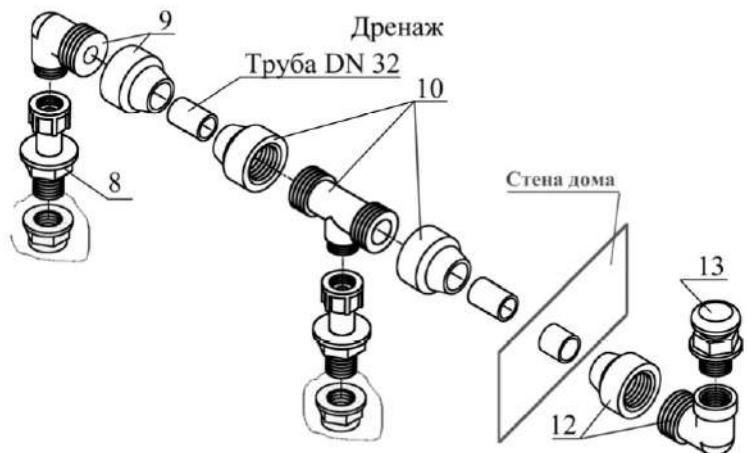

Рисунок 6. Схема подключения для обеспечения сообщения внутренней полости емкостей с атмосферой.
4.2.3) Для обеспечения сообщения внутренней полости емкостей с атмосферой (дренаж) необходимо собрать схему согласно рис. 6, при этом:
Непосредственное соединение емкостей с атмосферой выполнять с помощью пластиковых труб, имеющих внешний диаметр Ø32. Конец трубы нужно вывести из помещения на улицу, направить вверх и установить на нем дыхательный клапан. Пример показан на рис. 6.